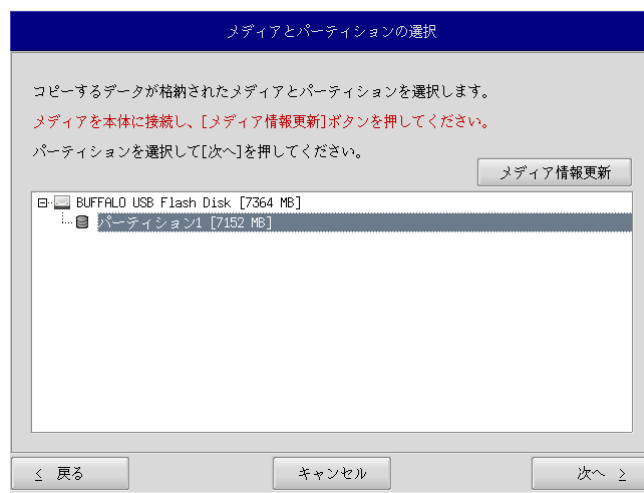

図 5-2-3. メディアとパーティション選択画面
- ⑧ メディアとパーティション選択画面 (図 5-2-3) が表示されます。バックアップ USB を本体に接続し、[メディア情報更新]ボタンを押してください。バックアップ USB のパーティションを選択し、[次へ]ボタンを押します。